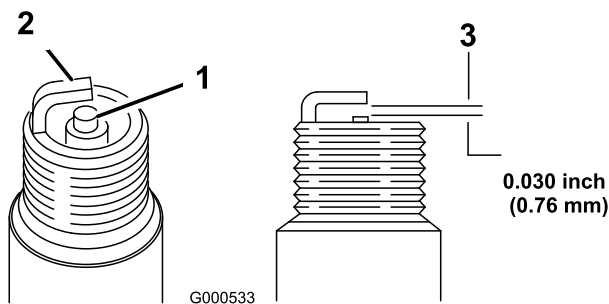

Bild 54
1. Sehen Sie sich die Mitte der Zündkerzen an (Bild 54).
2. Prüfen Sie den Abstand zwischen der mittleren und der seitlichen Elektrode (Bild 54) und biegen Sie die seitliche Elektrode, wenn der Abstand falsch ist.